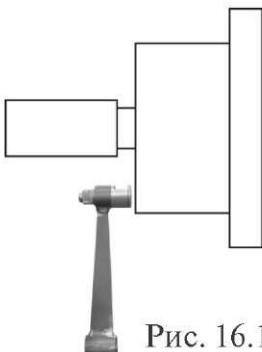

Рис. 16.1
16.2. Калибровка устройства измерения дистанции. Для оценки погрешности устройства ввода дистанции выдвиньте штангу ввода параметров и уприте ее палец в задний торец фланца вала, как показано на рис.16.1. При этом на индикаторах 1 отображается величина введённой дистанции, а на индикаторах 4 величина диаметра диска. Если величина дистанции на индикаторах 1 не равна $4,5\pm0,2$, то устройство ввода дистанции требует калибровки.